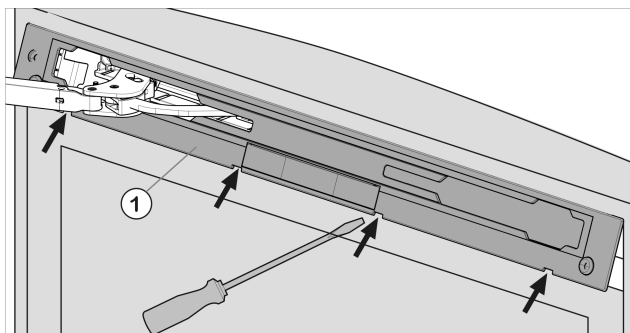

Fig. 54
- Déclipser le panneau Fig. 54 (1) à l'aide d'un tournevis à fente, puis le retirer.